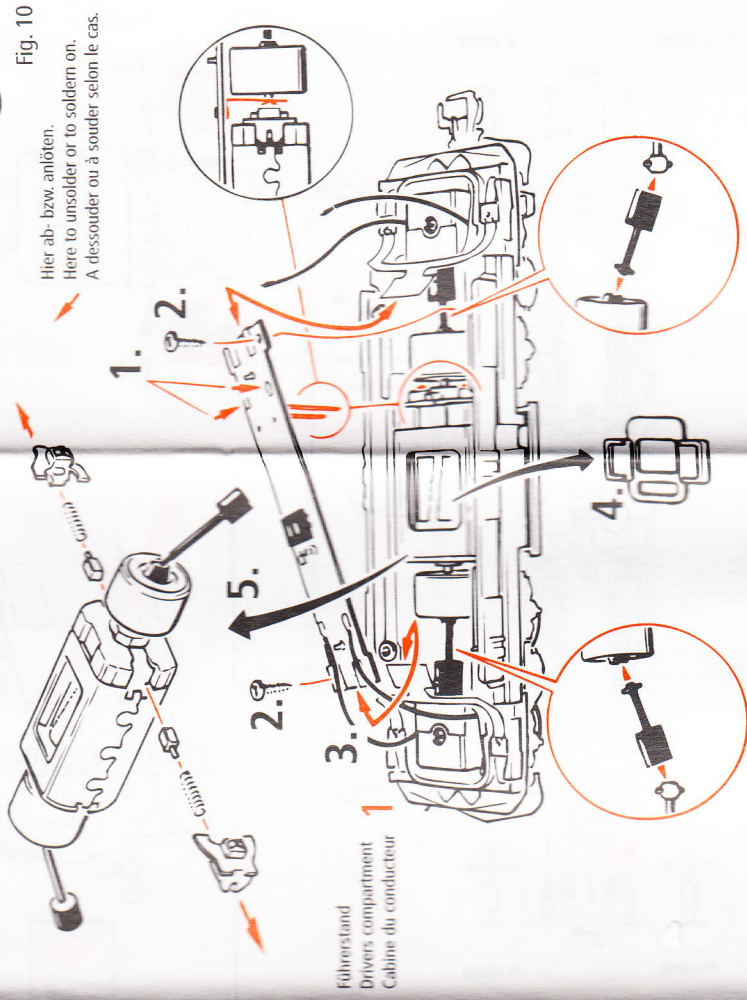

Fig. 10
5. Kohlebürstenwechsel: Lokgehäuse abnehmen (Fig. 3). Danach wird der Motor ausgebaut und die Kohlebürsten ausgewechselt (Fig. 10).
5. Remplacement des balais du moteur: Démontez la caisse (voir fig. 3). Démontez ensuite le moteur et échangez les balais (fig. 10).
5. Carbon Brush Changing: First **remove loco body** (fig. 3), and then the **motor** (fig. 10).